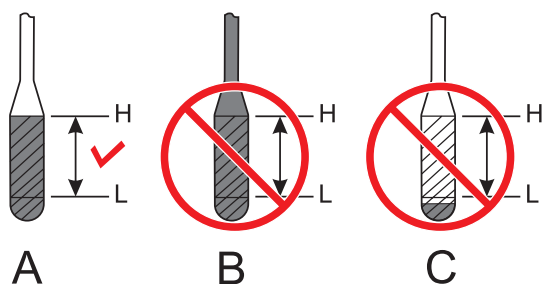

Figure 28. Jauge d'huile moteur
3. Réinsérez la jauge, puis retirez la jauge de son support. Vérifiez le niveau d'huile indiqué sur la jauge (Figure 28).